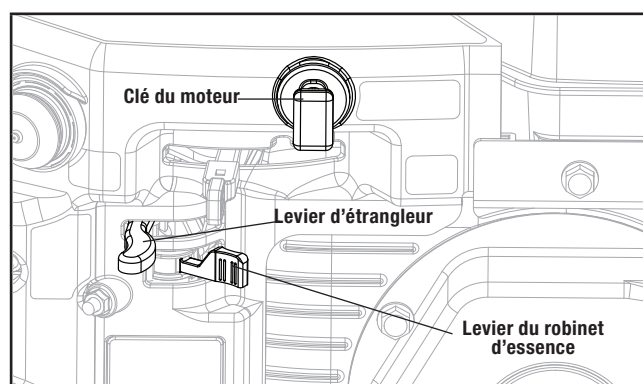

Figure 11A
1. Assurez-vous que la clé de sécurité du moteur est insérée dans le trou pour clé (figure 11A).
2. Mettez le levier du robinet d'essence à la position ON (ouvert) (figure 11A).
- 3a. Pour démarrer un moteur froid, déplacez le levier de l'étrangleur sur la position Choke (étrangleur) (figure 11A).